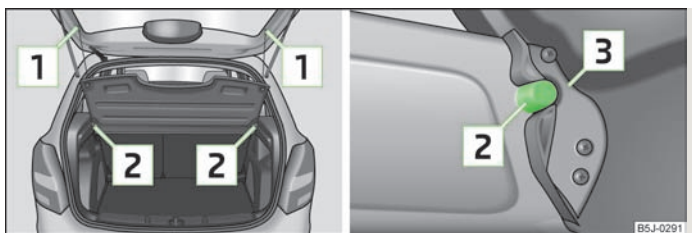

Fig. 45 Desmontar a cobertura da bagageira
- Desengate as fitas de retenção **1** » Fig. 45.